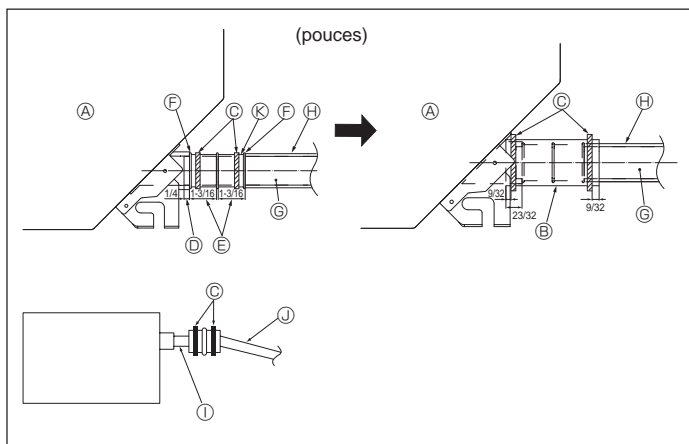

Fig. 3-2
1. Raccorder la prise d'écoulement (fourni avec l'appareil) au port de drainage. (Fig. 3-2)